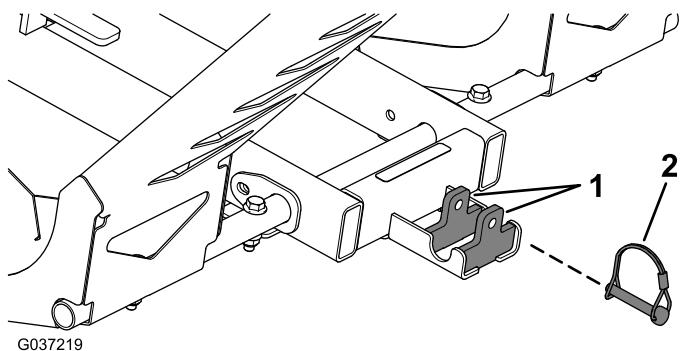

Figura 15
3. Alinhe o apoio do pulverizador entre as patilhas de retenção do apoio na estrutura de montagem do pulverizador (Figura 15).
4. Prenda o pulverizador à estrutura de montagem do pulverizador utilizando um pino de encaixe (Figura 15).